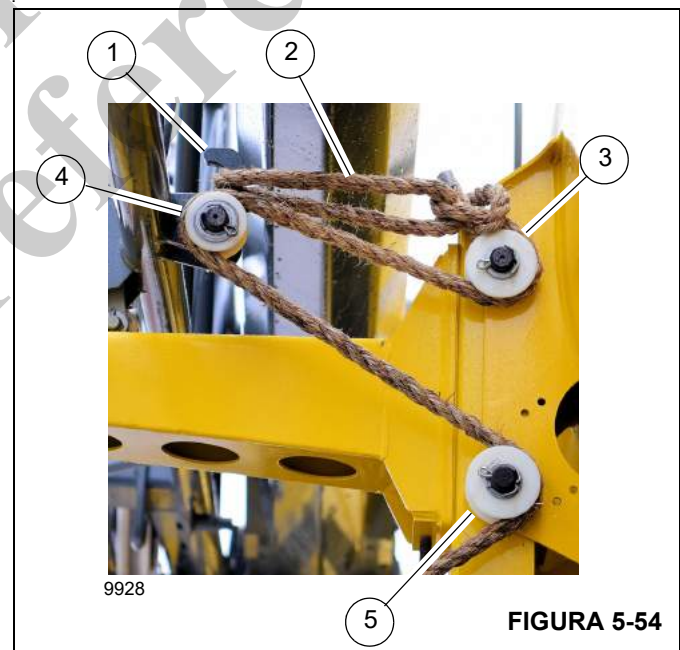

FIGURA 5-54
- Passa um cabo de apoio (2, Figura 5-54) sobre o gancho (1).
- 21. Desamarre e remova o cabo de apoio (2, Figura 5-54).